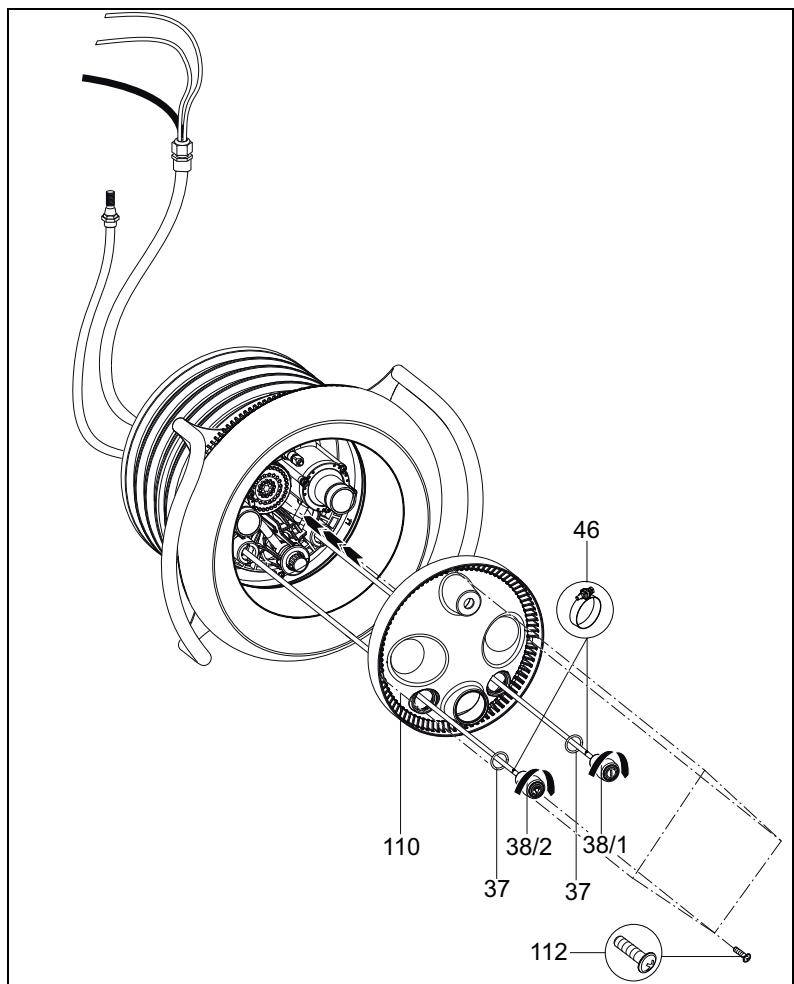

Abb.12
10. Pneumatikschläuche durch die unteren/ äußeren Öffnungen der Lichtabdeckung (**110**) führen (Licht EIN/AUS links; Pumpe EIN/AUS rechts). Die Lichtabdeckung (**110**) auf das Düsengehäuse (**102.1**) zentrisch ausrichten und mit vier Schnellschrauben (**112**) befestigen (Abb.12).
11. Jeweils ein O-Ring (**37**) auf einen Pneumatiktaster (**38/1;38/2**) aufschieben. Pneumatikschläuche an den entsprechenden Tastern mit Schlauchklemmen (**46**) befestigen. Die beiden Pneumatiktaster durch die Lichtabdeckung (**110**) in das Düsengehäuse stecken und durch drehen im Uhrzeigersinn verriegeln (Abb.12).